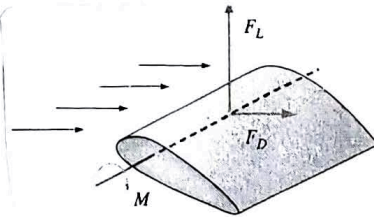

Fig. 1.6: Les forces de Portance F_L et de traînée F_D et les moments M sont calculés après une solution CFD a convergé [3].
8. Les propriétés globales du champ d'écoulement, telles que la chute de pression, les forces (P_{portance}^{FL} et F_D^{FD}) et les moments M agissant sur un corps, sont calculées à partir de la solution convergente (Fig. 1.6).